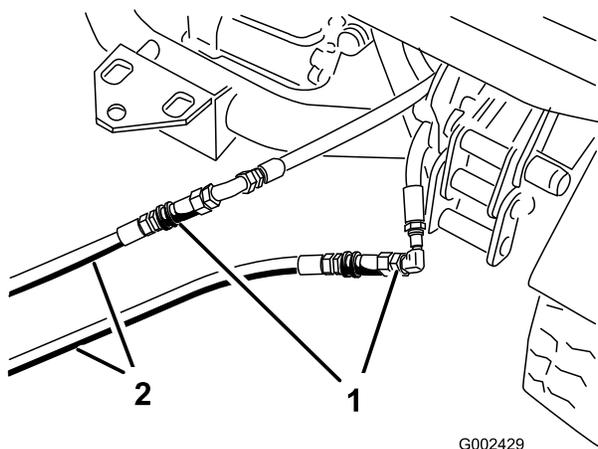

Рисунок 76
3. На неисправном автомобиле подсоедините два шланга-перемычки к шлангам, которые были отсоединены (Рисунок 76).